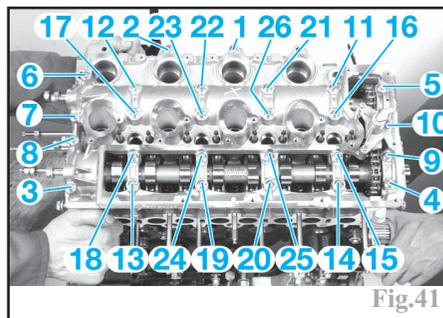

Fig.41
-les vis de fixation du carter d'arbres à cames de (1) à (26) dans l'ordre indiqué (Fig.41).